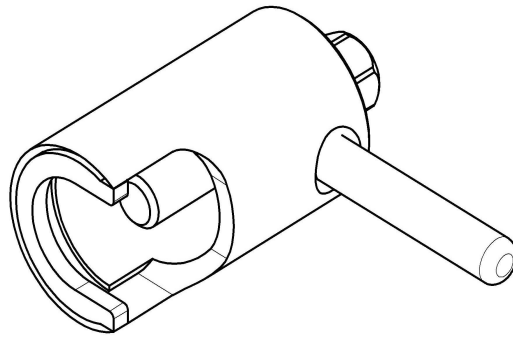

Рис.28 Съемник крыльчатки(11000002907).
- снять крыльчатку при помощи специального съемника (см. рис.28);